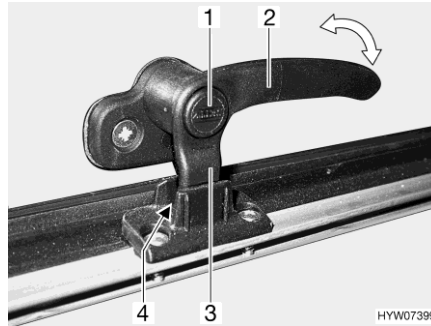
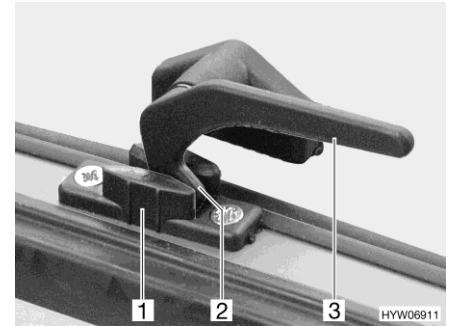

Bild 96 Låsarm med låsknapp i läget "kontinuerlig vädring"
Bild 97 Låsarm i läget "kontinuerlig vädring"
- I läget "kontinuerlig vädring" (Bild 96 och Bild 97)
- Tryck på låsknappen (Bild 96,1) om sådan finns och håll den nedtryckt.
- Vrid alla låsarmar (Bild 96,2 eller Bild 97,3) ett kvarts varv mot luckans mitt.
- Vrid tillbaka alla låsarmar. Därvid måste låsspaken (Bild 96,3 eller Bild 97,2) föras in i spåret på lucklåset (Bild 96,4 eller Bild 97,1).